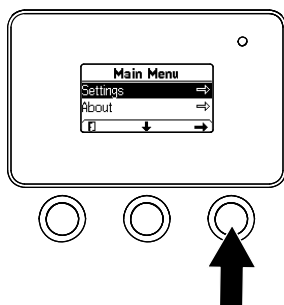

Bild 13
- Scrollen Sie im HAUPTMENÜ mit der mittleren Taste nach unten auf das Menü EINSTELLUNGEN und drücken Sie die rechte Taste (Bild 13).